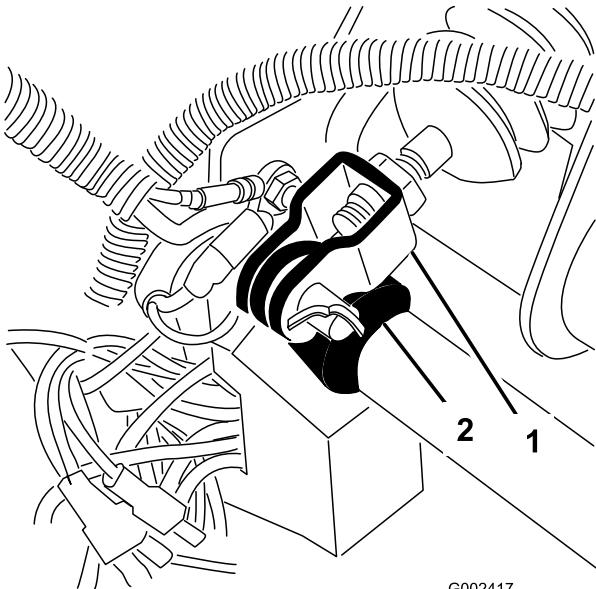

Figura 69
1. Rimuovete la coppiglia e il perno che fissano la forcella del cilindro principale al perno del pedale del freno (Figura 69).